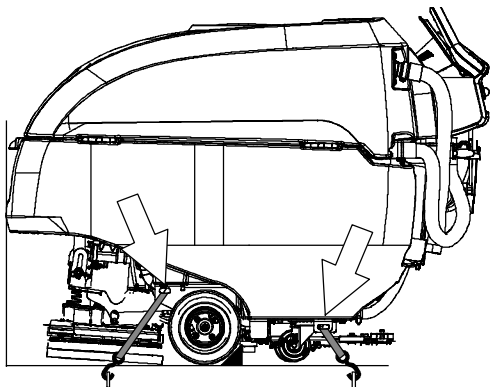

ABB. 95
4. Bringen Sie hinter jedem Rad einen Bremsklotz an (Abbildung 95).
5. Befestigen Sie mit Spanngurten die Maschine an den vier Haltebügeln am Maschinenrahmen (Abbildung 95). Bringen Sie, falls erforderlich, Ösen am Boden des Anhängers oder Lastwagens an.